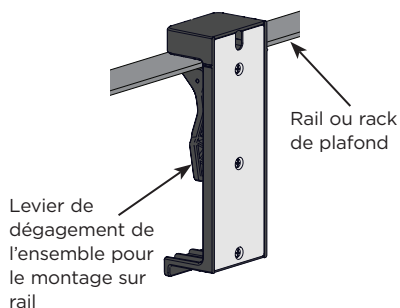

Figure 11
2. Fixez l'ensemble pour le montage sur rail aux rails de plafond, aux racks, etc., en appuyant sur le levier de déverrouillage de l'ensemble pour le montage sur rail afin d'ouvrir le clip de rail. Faites glisser l'ensemble de montage sur rail sur le rail et relâchez le levier. (Figure 11)